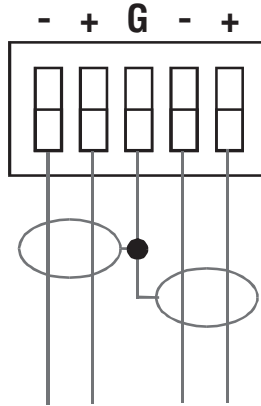

Рис. 4. Подключение приемников балансного стереофонического аудиосигнала
- подключение приемников балансного аудиосигнала (рис. 4)